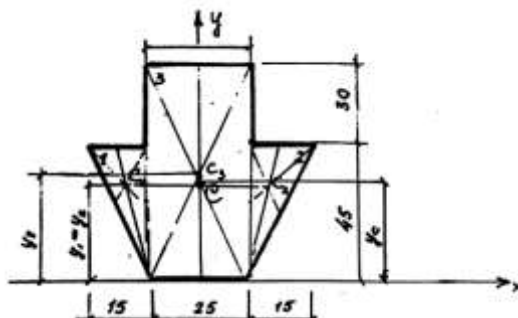

Рис. 9
5. Покажите на рис.9 положение центра тяжести C .